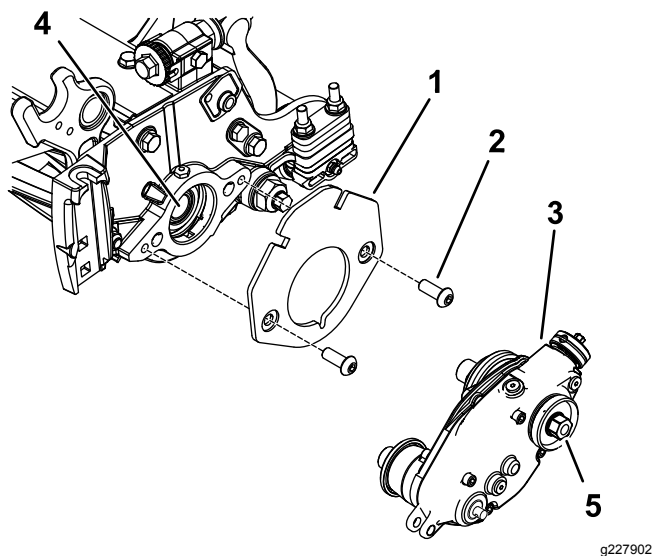

Figure 7
2. Fixez le support de masse sur le cylindre au moyen de 2 boulons à tête ronde hexagonale creuse (3/8" x 3/4"), comme montré à la Figure 7.
- Appliquez du frein-filet moyenne résistance (tel que Loctite® 243 bleu) sur le filetage de l'arbre de cylindre interne (Figure 7).
- Fixez le boîtier d'entraînement du groomer sur l'arbre du cylindre (Figure 7) à l'aide de la tête hexagonale du boîtier d'entraînement du groomer.